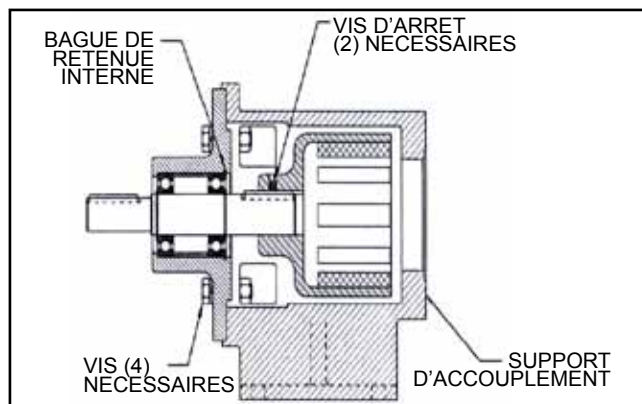

FIGURE 18
5. Il doit être possible d'inspecter les aimants externes depuis l'extrémité du support. S'il est nécessaire de démonter, commencez par démonter les (4) vis (Voir Figure 18) et séparer le support du moteur ou boîtier de roulement. Dévissez la vis d'arrêt sur le moteur (ou boîtier de roulement) arbre et sortez l'aimant externe. Si l'unité comporte un boîtier de roulement, les roulements ne nécessitent pas d'entretien puisqu'ils sont scellés. Si nécessaire, démontez en retirant l'unique anneau de retenue interne puis faites sortir l'arbre et les roulements du logement. Retirez les anneaux de retenue externes de l'arbre pour retirer les roulements.